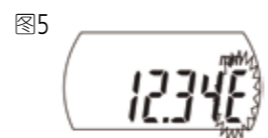

图5
2. 数显型深度指示表的测杆在动作过程中，最后一位E显示后立刻消失，该情况不是异常。但在静止状态时显示E则需要修理。(图5)